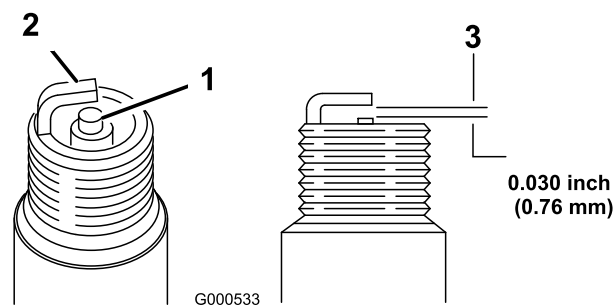

Figura 26
1. Controllate il centro della candela (Figura 26). Se l'isolatore è marrone chiaro o grigio, il motore funziona correttamente. Una patina nera sull'isolatore significa in genere che il filtro dell'aria è sporco.
2. Verificate la distanza tra gli elettrodi centrale e laterale (Figura 26) e se non è esatta piegate l'elettrodo laterale.